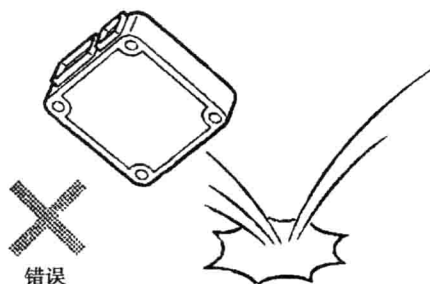

图 1.2.11
(1) 除非绝对必要，否则不要打开 ECU 的盖子或外壳（如果接触到 IC 端子，IC 有可能会遭到静电的破坏）。
(2) 为了切断电气连接器，需拔下连接器本身，但不能拔出配线。
(3) 注意不要掉落电气组件，如传感器或继电器。如果它们掉在坚硬的地上，则应该更换而不能继续使用它们（见图 1.2.11）。